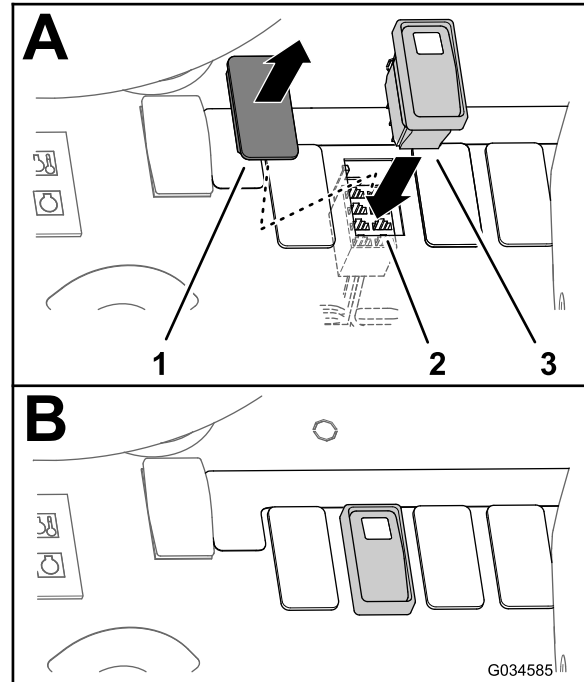
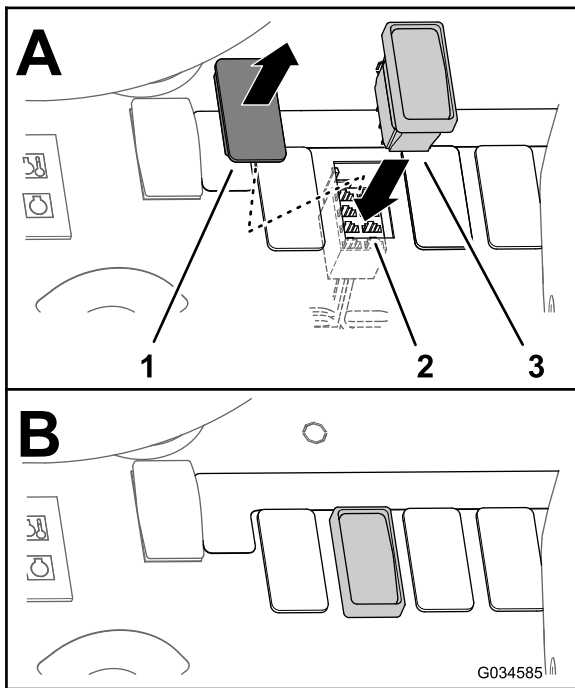

Bild 36
Bild 37
- Entfernen Sie die Blende für den Spülbehälterschalter am Armaturenbrett (Bild 36 oder Bild 37).
3. Verlegen Sie den 8-Buchsen-Stecker zum offenen Loch im Armaturenbrett (Bild 36 oder Bild 37).
4. Schließen Sie den 3-Stellungsschalter durch das Armaturenbrett am 8-Buchsen-Stecker an (Bild 36 oder Bild 37).
5. Setzen Sie den 3-Stellungsschalter in die Öffnung im Armaturenbrett ein, bis der Riegel des Schalters im Armaturenbrett einrastet (Bild 36 und Bild 37).